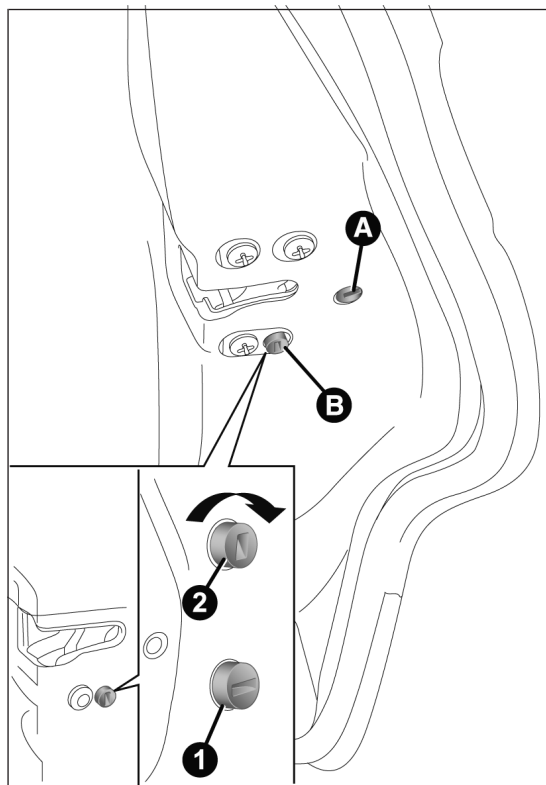
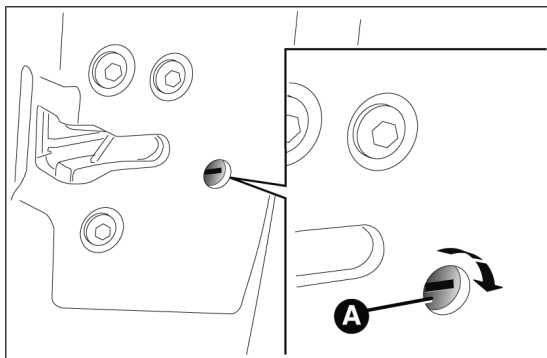

fig. 74
fig. 75
Le dispositif A fig. 74 peut être activé uniquement lorsque les portes sont ouvertes :
- insérer la pièce métallique de la clé de contact dans le logement A fig. 75 (porte avant côté passager) ou B fig. 74 (portes arrière) ;